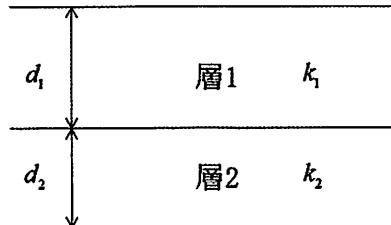

図 1
2. 図 1 に示す水平成層地盤が单一の層からなると見做したときの巨視的な透水係数に関する以下の問いに答えよ。ただし、 d_1 と d_2 は各層の層厚であり、 k_1 と k_2 は各層の透水係数である。